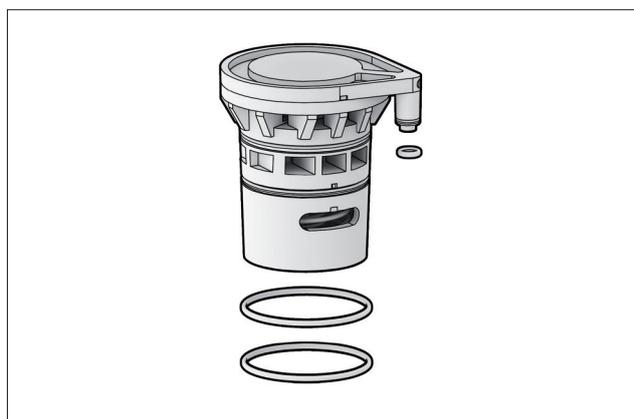
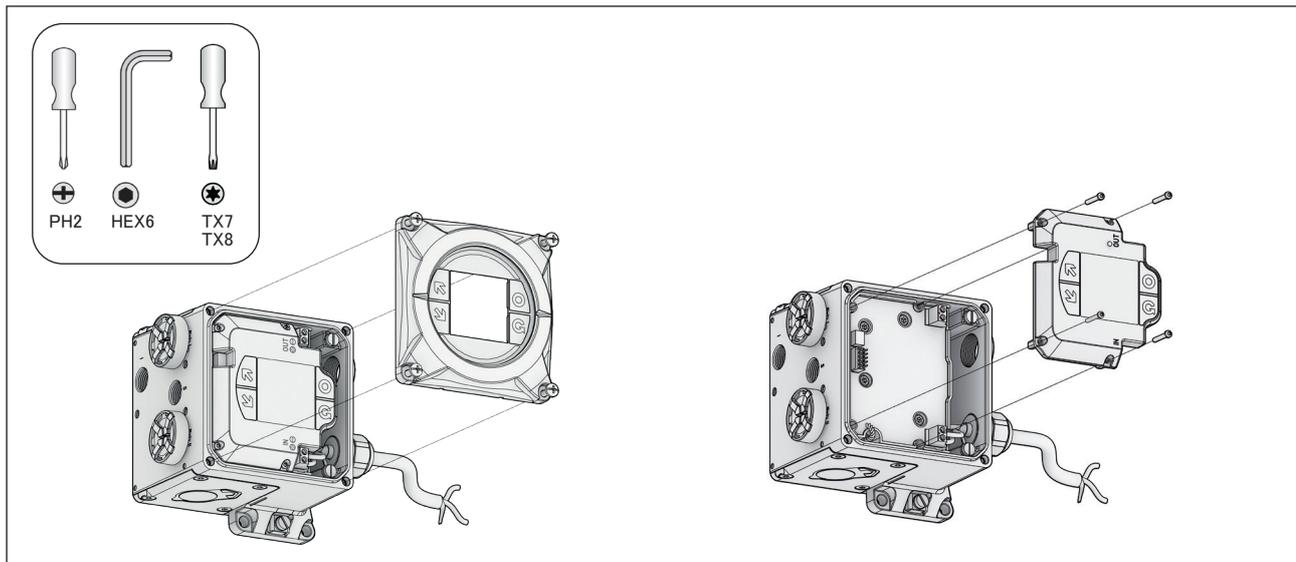

図 94.
図 95. NDX1510_
- ・ 電子モジュールのねじおよびアースねじ(NDX_511_ および NDX_512_)を緩め、電子モジュールを取り外します。(図94、図95)